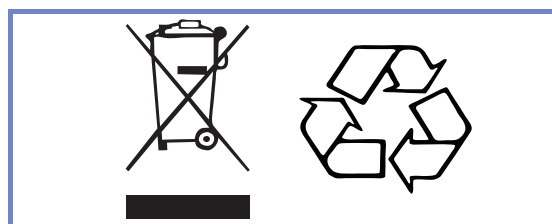

Figura 1
- Per il riciclo e lo smaltimento delle batterie, attenersi a quanto previsto dalla Direttiva RAEE (Rifiuti di apparecchiature elettriche ed elettroniche) e dalle leggi e regolamenti locali. Altrimenti potrebbero verificarsi esplosioni, perdite e infortuni. Quando si smaltiscono le batterie, isolarne i terminali con nastro adesivo. In caso contrario, l'elettricità residua nelle batterie potrebbe causare incendi o esplosioni. La figura 1 sottostante mostra i simboli per lo smaltimento e il riciclo.